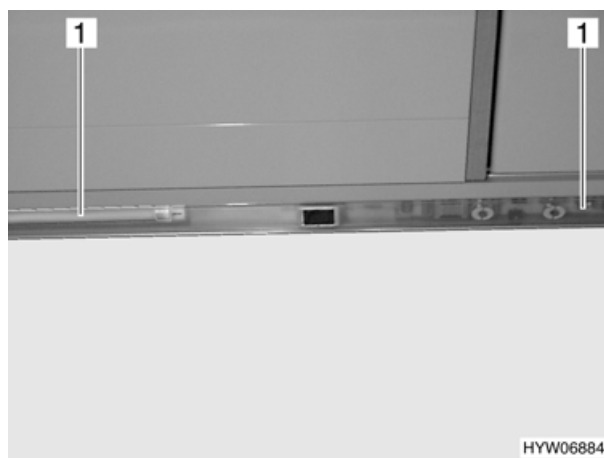

Fig. 68 Luce area cottura/plafoniera del vano abitabile
- Tirare il vetro della luce (Fig. 68,1). Iniziare ad estrarre tirando a destra o a sinistra.